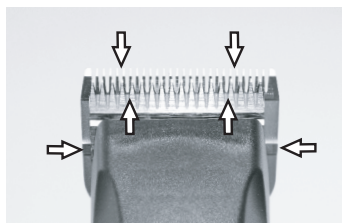

Fig. 24
För att uppnå ett bra klippresultat och för att öka klippers och klipphuvudets livslängd måste du lägga på en tunn oljefilm mellan över- och underskåret (Fig. 24).
- Smörj skären tillräckligt mycket under klippningen (minst var femtonde minut), så att de inte torkar (Fig. 24).
Skären måste smörjas före, under och efter varje användning. När klippers skär lämnar ränder eller går med lägre hastighet är det ett tecken på att det behövs olja. Lägg några droppar olja fram på och tvärs över klippskären (se pilarna i fig. 24). Torka bort överskottsolja med en mjuk, torr trasa. Smörjsprayer innehåller inte tillräckligt mycket olja för att smörjningen ska bli bra, men kyler skären. Byt omedelbart skadade eller slöa skär för att undvika skador.